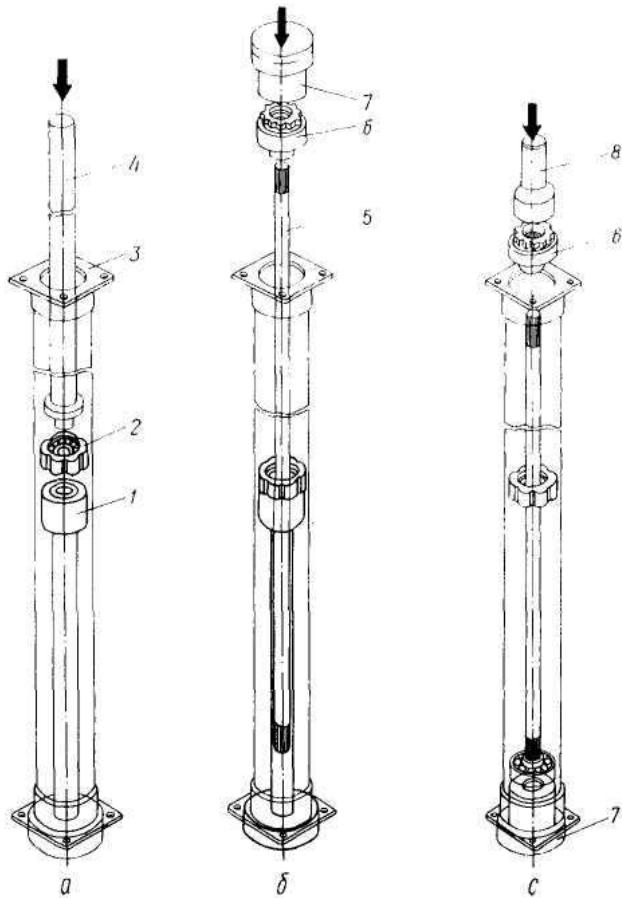

Рис. 148. Сборка приводного вала:
- установите кожух *3* (рис. 148) на подставку *1*. С помощью оправки *4* запрессуйте подушку* в сборе со средним подшипником *2* до упора о подставку (размер от фланца кожуха до подушки при этом должен быть 528 мм);